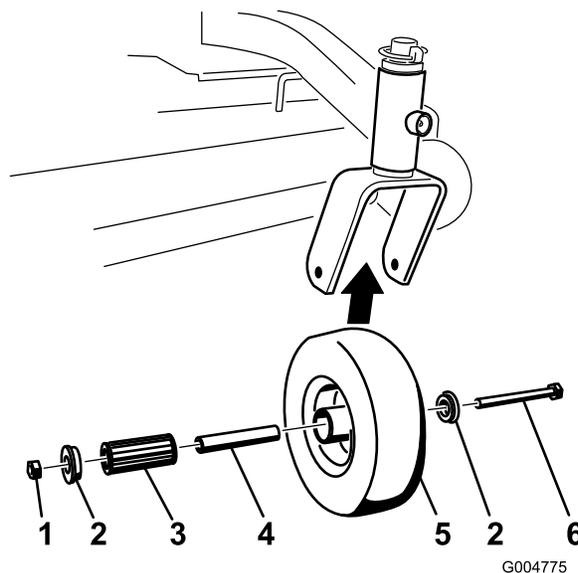

Figure 46
- Enlevez le contre-écrou et le boulon de fixation de la roue pivotante à la chape (Figure 46).
- Enlevez une bague, puis sortez la douille pour clé et le roulement à rouleaux du moyeu de roue (Figure 46).
- Enlevez l'autre bague du moyeu, puis nettoyez la graisse et les saletés éventuellement présentes dans le moyeu (Figure 46).
- Examinez l'usure du roulement à rouleaux, des bagues, de la douille pour clé et de l'intérieur du moyeu. Remplacez les pièces endommagées ou usées (Figure 46).
- Mettez la deuxième bague dans le moyeu (Figure 46).
- Serrez le contre-écrou jusqu'à ce que la base de la douille pour clé soit en appui contre l'intérieur de la chape (Figure 46).